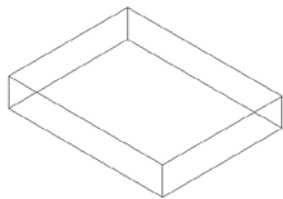
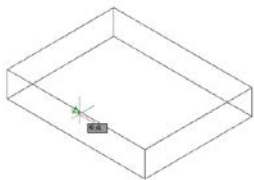

图 11.86 原图
图 11.87 指定点
- (1) 启动 AutoCAD 2012，绘制如图 11.86 所示的图形。
- (2) 选择【修改】/【三维操作】/【剖切】命令。
- (3) 选择长方体为要剖切的对象，并按回车键。
- (4) 命令行提示“指定切面的起点或【平面对象(O)/曲面(S)/Z轴(Z)/视图(V)/XY(XY)/YZ(YZ)/ZX(ZX)/三点(3)】<三点>:”输入 V，并按回车键。
- (5) 指定当前视图平面上的点，如图 11.87 所示。